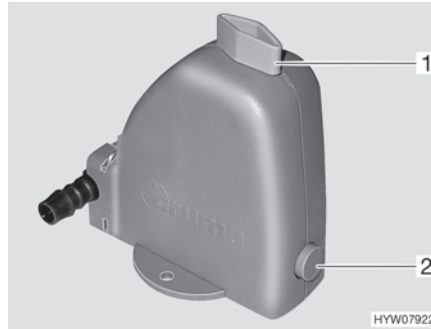

Fig. 127 Valvola di sicurezza/di scarico
Il riscaldamento è dotato di una valvola di sicurezza/di scarico (Fig. 127). La valvola di sicurezza/di scarico impedisce che l'acqua per la preparazione dell'acqua calda congeli in presenza di basse temperature esterne, quando il riscaldamento non è acceso.
- Chiudere la valvola di sicurezza/di scarico. A tal fine ruotare la manopola (Fig. 127,1) verticalmente rispetto alla valvola di sicurezza/di scarico e premere verso l'interno il bottone automatico (Fig. 127,2).
- Aprire la valvola di sicurezza/di scarico. A tal fine ruotare la manopola (Fig. 127,1) nel senso della lunghezza della valvola di sicurezza/di scarico. Il bottone automatico (Fig. 127,2) scatta all'infuori. Il serbatoio dell'acqua sanitaria viene svuotato verso l'esterno tramite la valvola di sicurezza/di scarico.